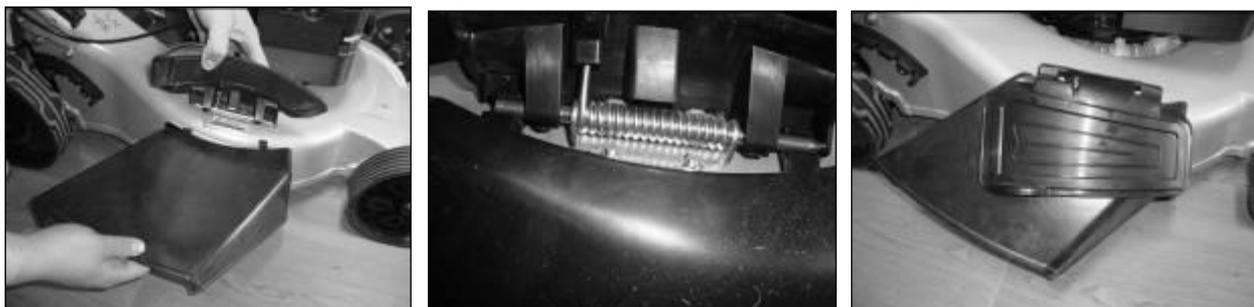

Fig.7a Fig.7C figure 7b
3. Ascenseur rabat latéral à éjection latérale. (Fig. 7A)